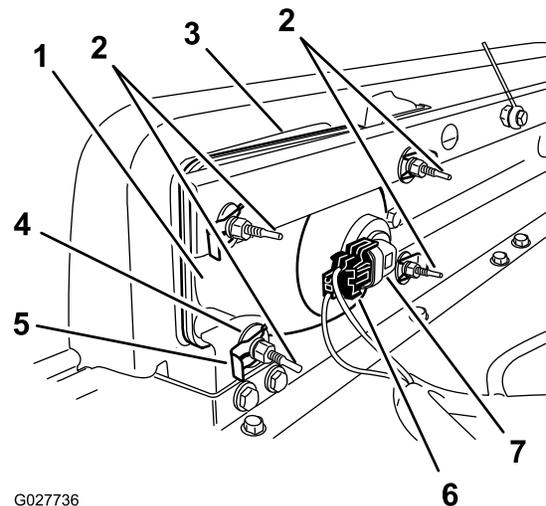

Bild 51
3. Schließen Sie den elektrischen Anschluss für den Kabelbaum vom Lampenanschluss ab (Bild 51).
4. Entfernen Sie die Schellen und Scheiben, mit denen der Scheinwerfer an der Scheinwerferhalterung befestigt ist (Bild 51).
5. Schieben Sie den Scheinwerfer nach vorne durch die Öffnung in der vorderen Stoßstange und entfernen Sie ihn (Bild 51).
6. Setzen Sie den neuen Scheinwerfer durch die Öffnung in der Stoßstange ein (Bild 51).
8. Schließen Sie den elektrischen Anschluss für den Kabelbaum am Lampenanschluss an (Bild 51).
2. Drehen Sie die Einstellschrauben an der Rückseite des Scheinwerfers (Bild 51), um den Scheinwerfer zu drehen und den Scheinwerferstrahl einzustellen.